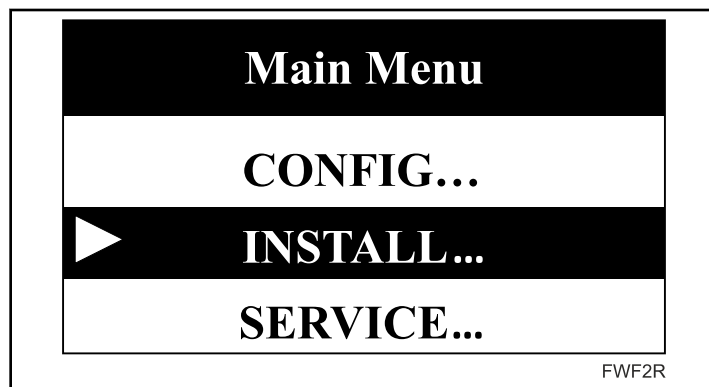

Figure 1
- Utiliser les touches « **UP** » [haut] et « **DOWN** » [bas] pour naviguer et sélectionner l'élément précédent ou suivant dans le menu. L'élément de menu sélectionné est indiqué par une flèche à sa gauche et sa couleur de fond est inversée. Si la flèche est pleine, l'élément peut être activé en appuyant sur la touche **FUNCTION** [fonction]. Si la flèche est vide, l'élément ne peut être activé et figure à titre informatif seulement. Se reporter à la *Figure 1*.